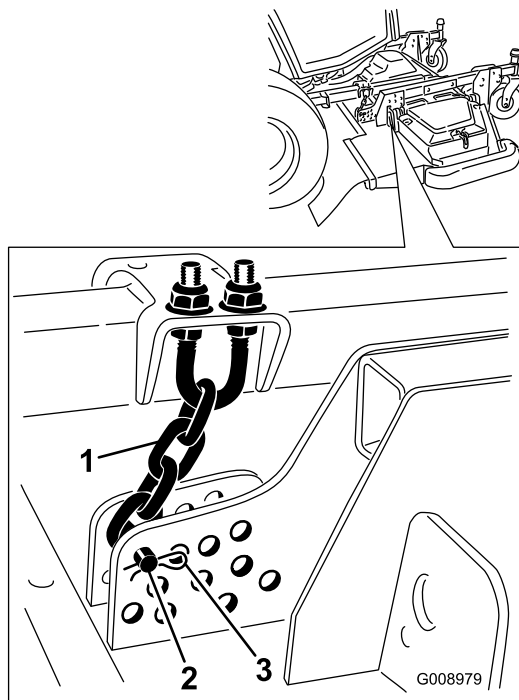

Bild 24
- Distanzstücke (4)
- Entfernen Sie den Splint und den Lastösenbolzen, mit denen die Schnitthöhenkette an der Rückseite des Mähwerks befestigt ist (Bild 24).